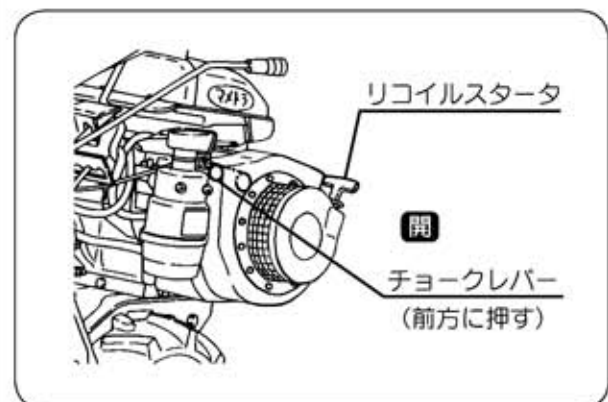

図10
⑦ リコイルスタータを引っ張りエンジンが始動したらチョークレバーを【開】の位置にしてください。
- リコイルスタータを3回以上引っ張っても始動しない時は燃料の吸いすぎになりますので、チョークレバーを【開】の位置にしてから再度リコイルスタータを引っ張ってください。(図10)